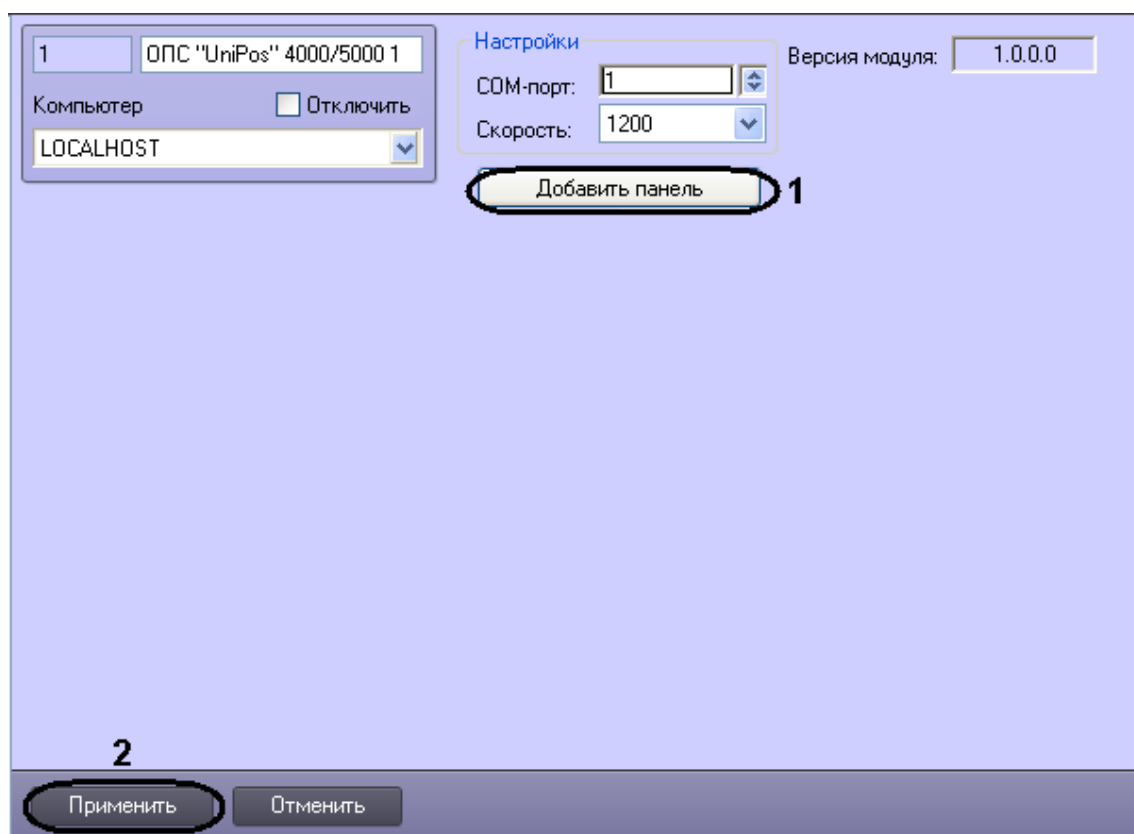

Рис. 3.3—1 Добавление панели
1. Перейти на панель настроек объекта ОПС «UniPos» 4000/5000 (Рис. 3.3—1).
2. Нажать кнопку **Добавить панель** (см. Рис. 3.3—1, 1).